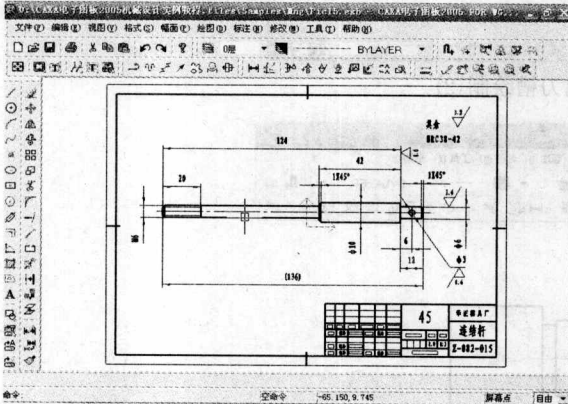
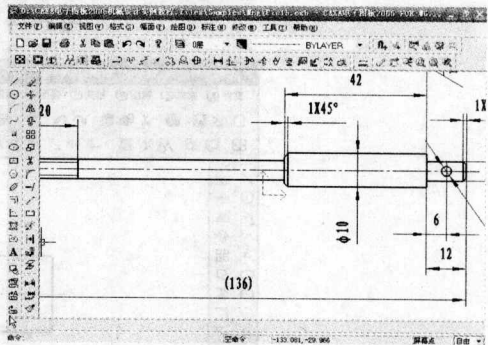

图 1-17 连接杆
图 1-18 连接杆放大图
下面就简要说明这几个图标的使用方法,如图 1-17 所示的是一个连接杆零件图,单击动态显示缩放图标^②,屏幕上就会出现放大器图标,压住鼠标左键前后移动鼠标,就能放大图形,如图 1-18 所示。